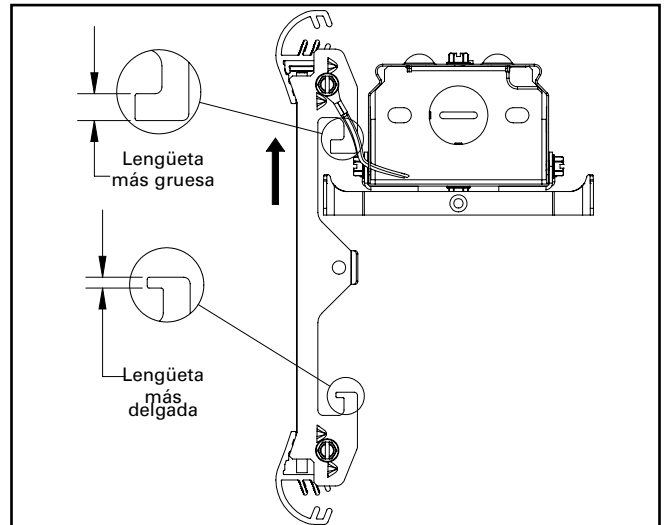

Figura 5.1.
- Mantenga dicha unidad de la guía de ondas vertical, asegúrese de que el extremo con la lengüeta más gruesa esté por encima del soporte de la bisagra del conductor (Figura 5.1).